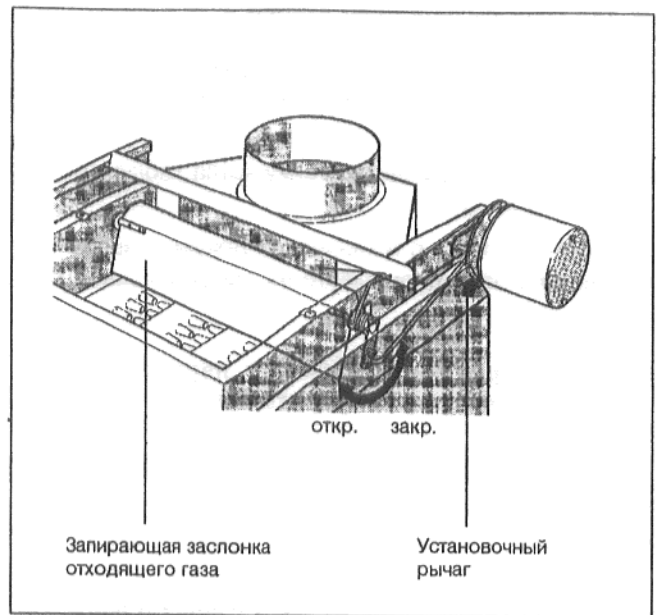

Рис. 33: Запирающая заслонка отходящего газа
- При затребовании отопления запирающая заслонка отходящего газа должна переходить в положение "ОТКР". Необходимо проверить это путем задействования установочного рычага (Рис. 33). Только после достижения положения "ОТКР" должно происходить включение горелки.